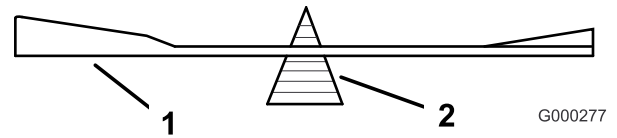
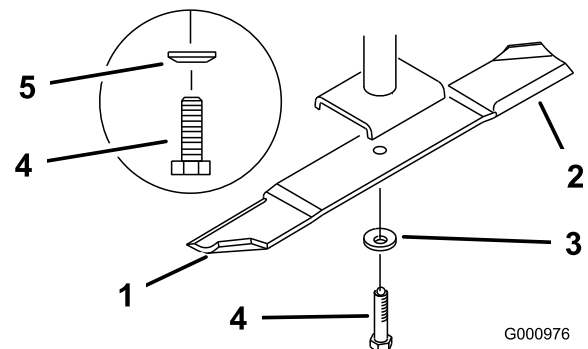

Figura 62
Figura 63
2. Retire del eje el perno de la cuchilla, la arandela de muelle y la cuchilla (Figura 63).
2. Verifique el equilibrio de la cuchilla colocándola sobre un equilibrador de cuchillas (Figura 62). Si la cuchilla se mantiene horizontal, está equilibrada y puede utilizarse. Si la cuchilla no está equilibrada, rebaje algo el metal en la parte de la vela solamente (Figura 63). Repita este procedimiento hasta que la cuchilla esté equilibrada.
1. Instale la cuchilla en el eje (Figura 63).
2. Instale la arandela de muelle y el perno de la cuchilla. El cono de la arandela de muelle debe estar orientado hacia la cabeza del perno (Figura 63). Apriete el perno de la cuchilla a 115–150 Nm (85–110 pies-libra).